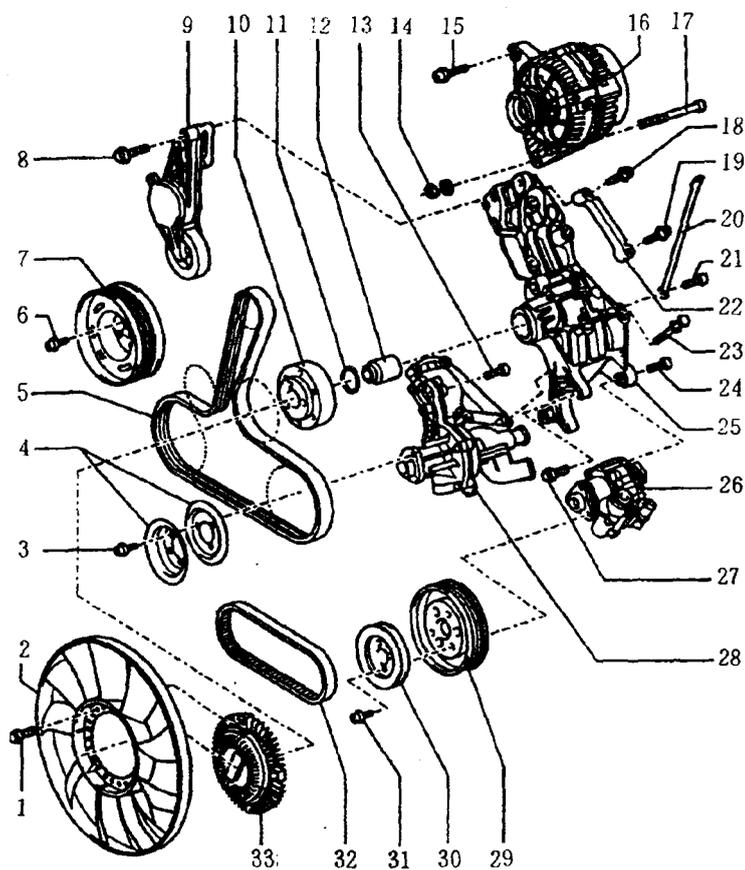

图 1—26
- ◆ 拆卸及安装(图 1—27)
将锤头螺栓装入冷却液泵的钻孔内, 再将发电机、叶片泵及粘液型风扇的支架及冷却液泵置于缸体上, 然后按下列顺序将螺栓用 25N · m 力矩拧紧(图 1—28):
空调多楔皮带传动机构的结构与拆装方法见图 1—29。